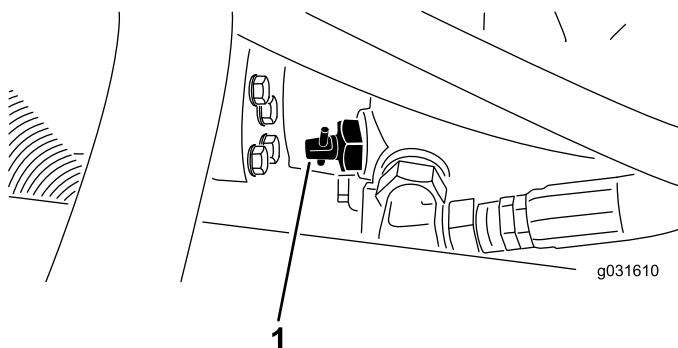

Figura 28
1. Localize a válvula de derivação na bomba (Figura 28) e desaperte-a rodando 90° (1/4 de volta).